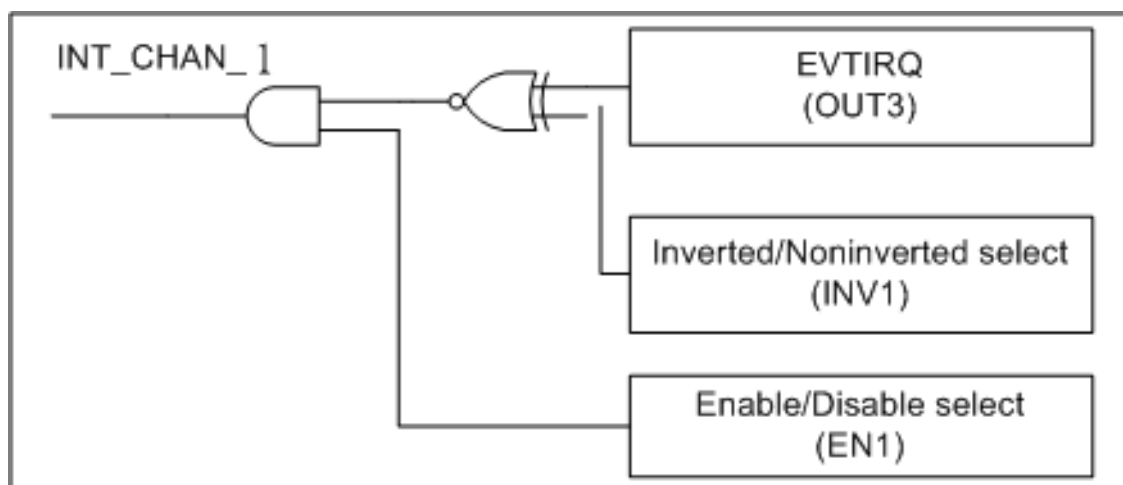

图 2.8
图 2.8 事件中断的控制方法，信号源来自 OUT3。INV1 决定是否要反向触发信号源，EN1 决定要激活还是禁用事件中断（参考章节 2.7 为中断信号源）。用户能使用 Counter3 事件计数器去计 CN5 Pin7 的事件信号。同时去设置 counter3，那么中断 INT_CHAN_1 将被触发。INT_CHAN_1 需要被固定在低电平状态正常，产生一个高平脉冲去中断 PC。
1. EN1 能指定 INT_CHAN_1 是要激活或是禁用 (参考图 2.8)
2. EVTIRQ 的 INV1 能决定是不是要反向事件中断信号源 (参考图 2.8)